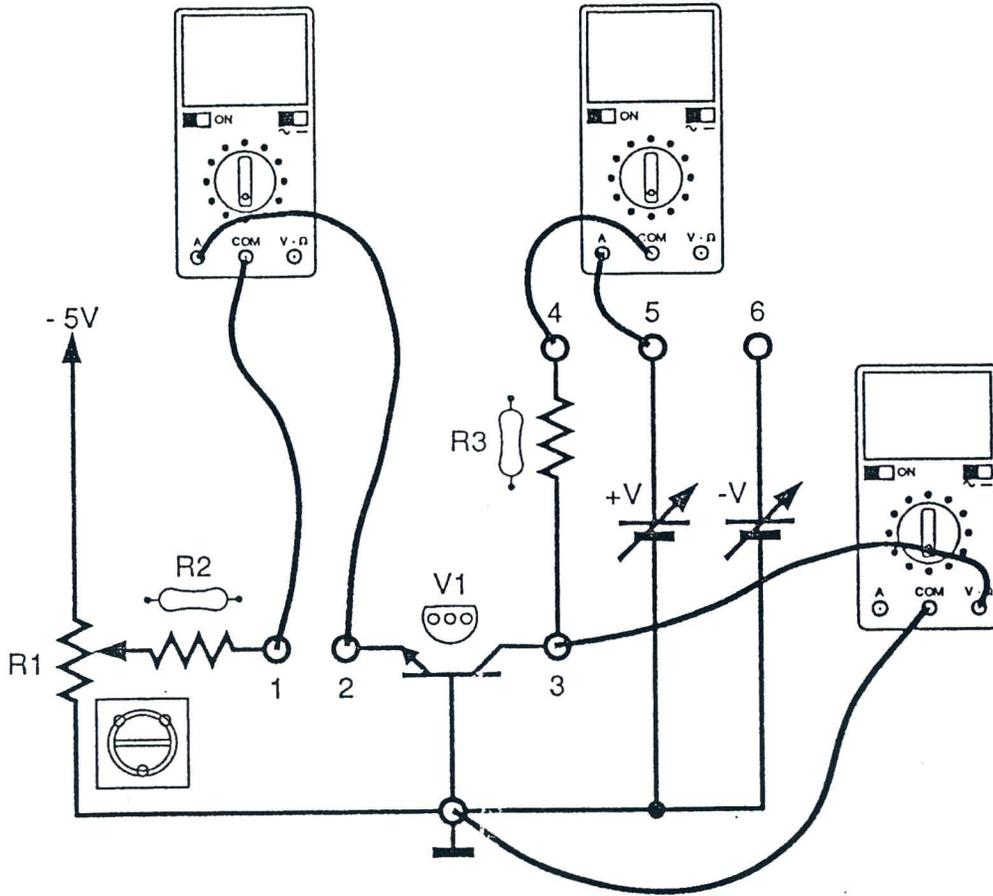

Fig. 3.2
6. Conectar los multímetros como se muestra en la Fig. 3.2;